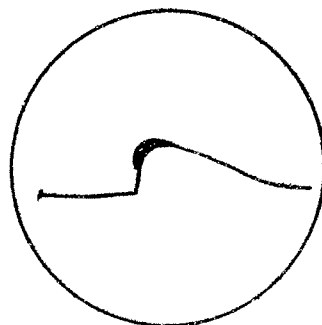

Fig 16.
28. Trimma kontrollmottagarens avstämda krets tills en bild enl fig 16 erhålls.
60. Trimma kontrollmottagaren till max amplitud på kontrollmottagarpulsens. Se fig 16.